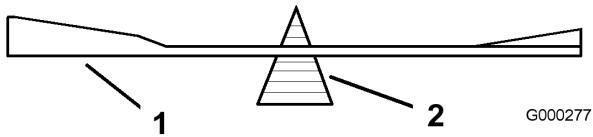

Figura 60
rebaje algo el metal en la parte de la vela solamente (Figura 60). Repita este procedimiento hasta que la cuchilla esté equilibrada.
- Verifique el equilibrio de la cuchilla colocándola sobre un equilibrador de cuchillas (Figura 60). Si la cuchilla se mantiene horizontal, está equilibrada y puede utilizarse. Si la cuchilla no está equilibrada,